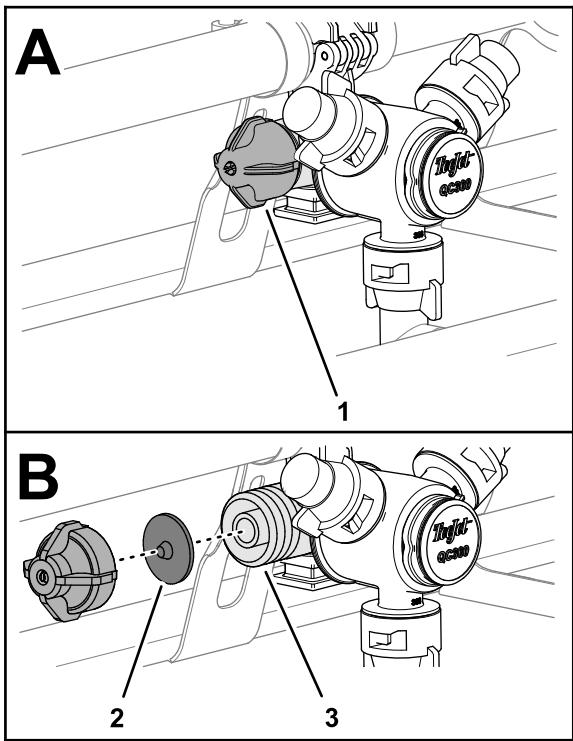

Рисунок 33
1. Поверните крышку мембранны против часовой стрелки и снимите крышку с корпуса сопла (Рисунок 33).
2. Снимите мембрану обратного клапана с крышки или корпуса сопла (Рисунок 33).
3. Промойте крышку, мембрану и корпус сопла чистой водой (Рисунок 33).
5. Подсоедините крышку и мембрану к корпусу сопла и затяните от руки (Рисунок 33).